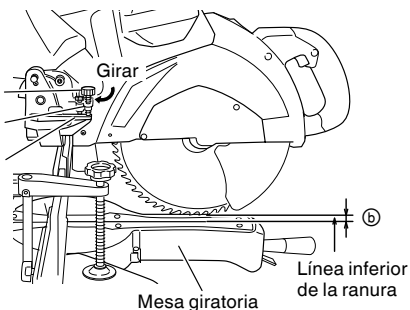

Fig. 48
- (1) Gire el soporte del tope en la dirección indicada en la Fig. 48. Baje la cabeza del motor y gire el perno de ajuste en profundidad de 6mm con la mano (Donde la cabeza del perno de ajuste en profundidad de 6mm entra en contacto con la bisagra.)